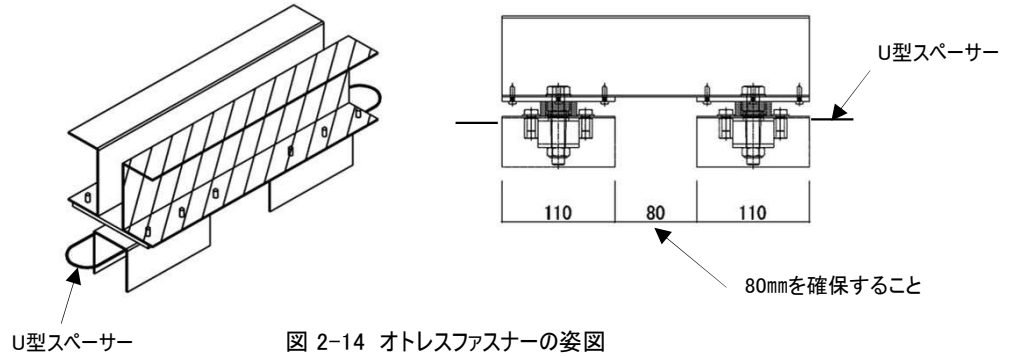

図 2-14 オトレスファスナーの姿図
- ① ブレース取付位置の野縁受けにオトレスファスナーを設置する。(図2-14参照)